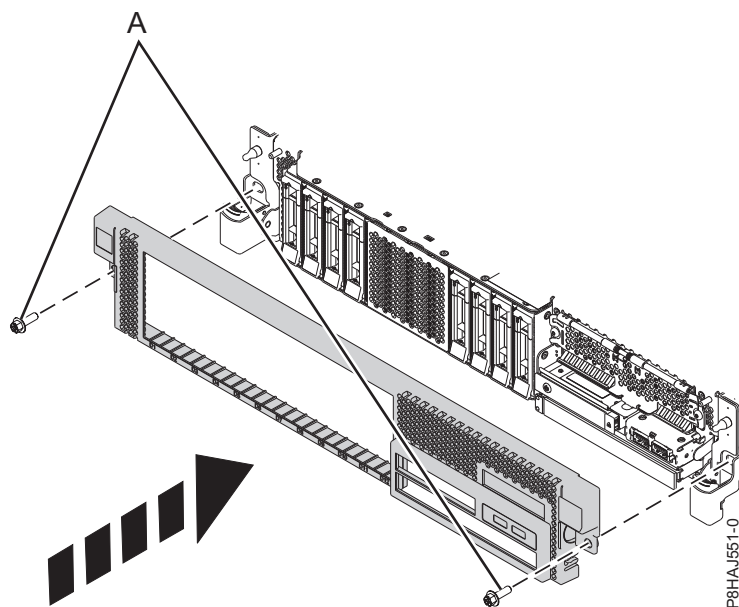

Abbildung 14. Vordere Abdeckung installieren
3. Verriegeln Sie die Entriegelungshebel in die in Abb. 14 auf Seite 35 dargestellte Richtung. Die Abdeckung schnappt ein und weist eine Vertiefung auf, an der Sie sie leichter festhalten können.
4. Bringen Sie die Transportschrauben (A) wieder an.